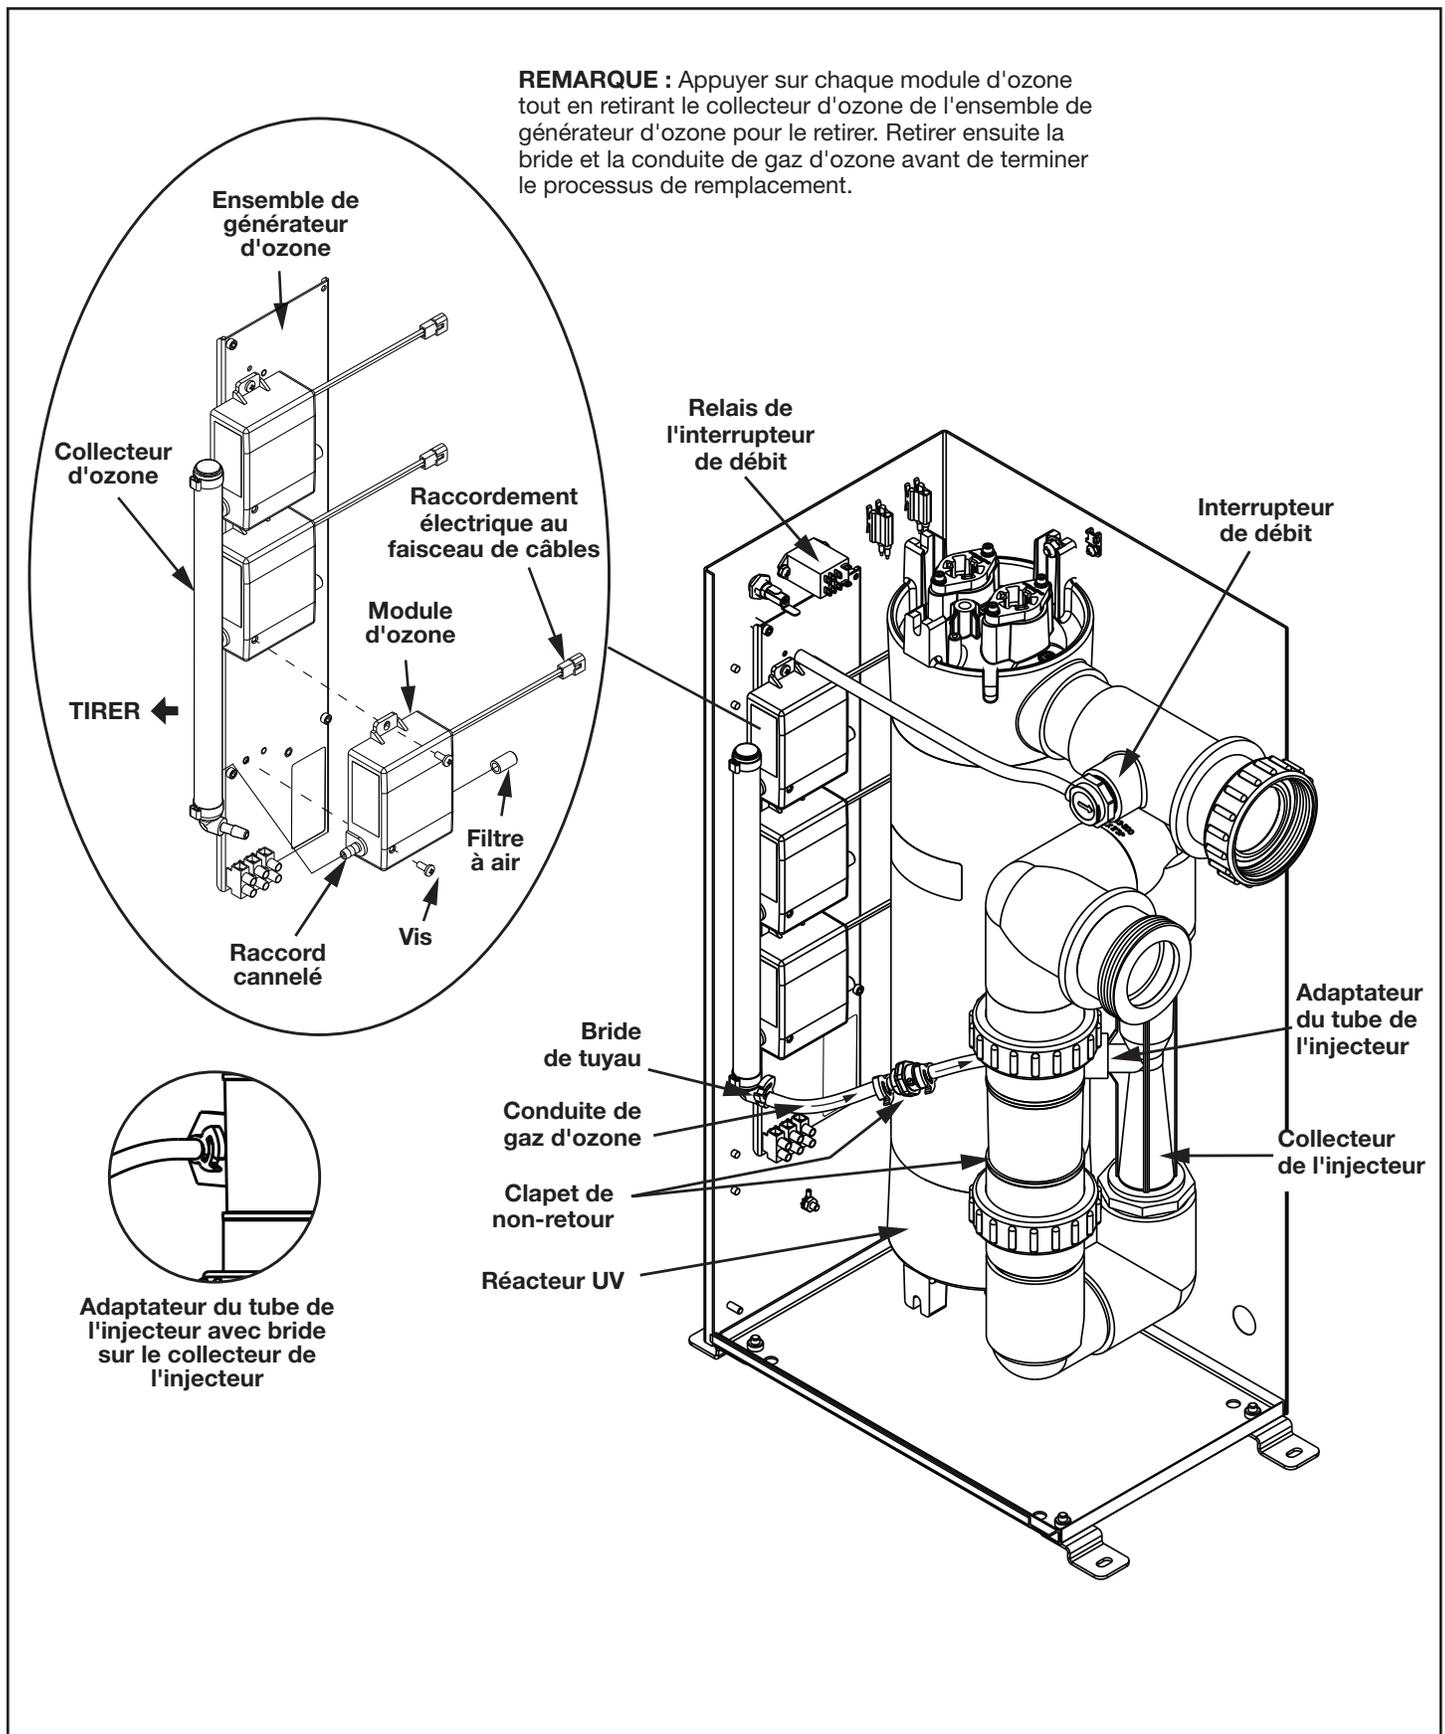

Figure 4. Vue de l'ensemble électromécanique du système JAOPX500
L'air entrant dans les modules d'ozone passe par des filtres individuels situés sur l'entrée de chaque module. Les filtres sont maintenus en place par le capuchon de filtre en caoutchouc. (Se reporter à la Figure 4 pour obtenir une vue plus détaillée.)
4. Tenir chaque module d'une main tout en retirant l'ensemble de collecteur d'ozone du raccord cannelé jusqu'à ce qu'il soit complètement débranché de l'ensemble de générateur d'ozone et le mettre de côté. Voir la Figure 4.
3. Repérer les modules d'ozone sur la paroi gauche du boîtier. Voir la Figure 4.
6. Retirer les deux (2) vis qui fixent le module d'ozone au support de montage à l'aide d'un tournevis cruciforme.
11. Pousser le nouveau module d'ozone dans le collecteur de sortie d'ozone et le fixer à l'aide des deux (2) vis précédemment retirées.
L'adaptateur du tube de l'injecteur raccorde les tuyaux d'ozone au collecteur de l'injecteur. Voir le petit injecteur sur la Figure 4.
Le gaz provenant du module d'ozone est aspiré par l'injecteur à travers la conduite de gaz d'ozone puis introduit dans l'eau. Le clapet de non-retour de l'ozone situé dans cette conduite empêche l'eau de migrer vers le module d'ozone lorsque le système est hors tension. Voir la Figure 4.
6. Orienter la conduite de gaz d'ozone comme indiqué sur la Figure 4 (noter le sens du débit), en s'assurant que le gaz s'écoule vers le collecteur de l'injecteur. Rebrancher sur les raccords cannelés d'air de l'adaptateur du tube de l'injecteur du côté droit et le raccord cannelé de sortie d'ozone du collecteur de sortie d'ozone du côté gauche du système Jandy AOP. Utiliser des pinces pour fixer tous les colliers précédemment retirés ou desserrés.